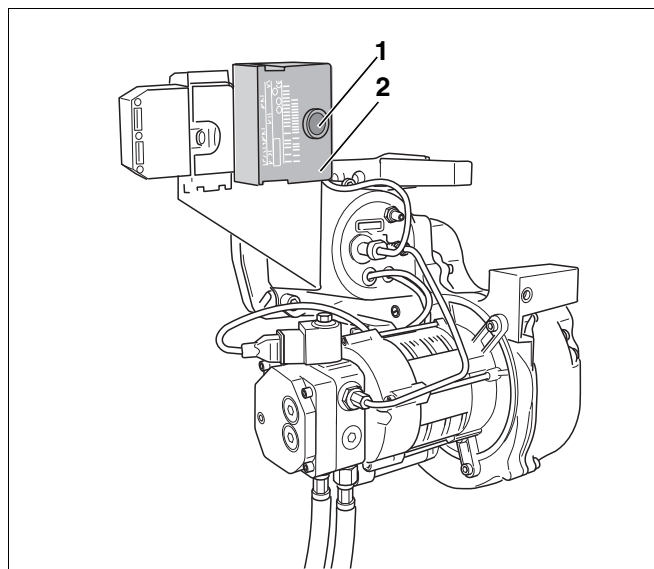

Рис. 13 Кнопка подавления помех и сигнальная лампа
кнопки подавления помех (Рис. 13,
- Нажать кнопку подавления помех (Рис. 13, поз. 1), горелка переходит в стартовый или рабочий режим.
- Нажмите кнопку подавления помех (Рис. 13, поз. 1, стр. 17).